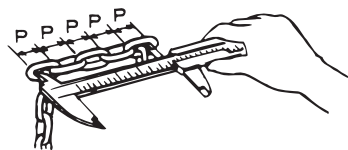

図26 ピッチ測定方法
- (1)ロードチェーンは、部分的にではなく、全体をチェックしてください。5個のリンクのピッチ(P)の和を、図26のように、ノギスで測定してください。
- (2)通常は30cmおきに測定してください。但し、限界値に近いときは、より多くの場所を測定し、一部分でも限界値に達していたら新品と取り替えてください。
- (3)リンクとリンクの接触部の摩耗やキズなどにより、線径が初期線径の95%未満（最も小さい測定値となる測定を行うこと）になっている部分があれば、新品と取り替えてください。以下3項目のいずれか1つでも該当するロードチェーンは、新品と取り替えてください。
- (4)チェーンに有害なキズがある。
- (5)チェーンが変形している。
- (6)溶接スパッタの付着が見られるなど、高熱にさらされたと考えられる場合。